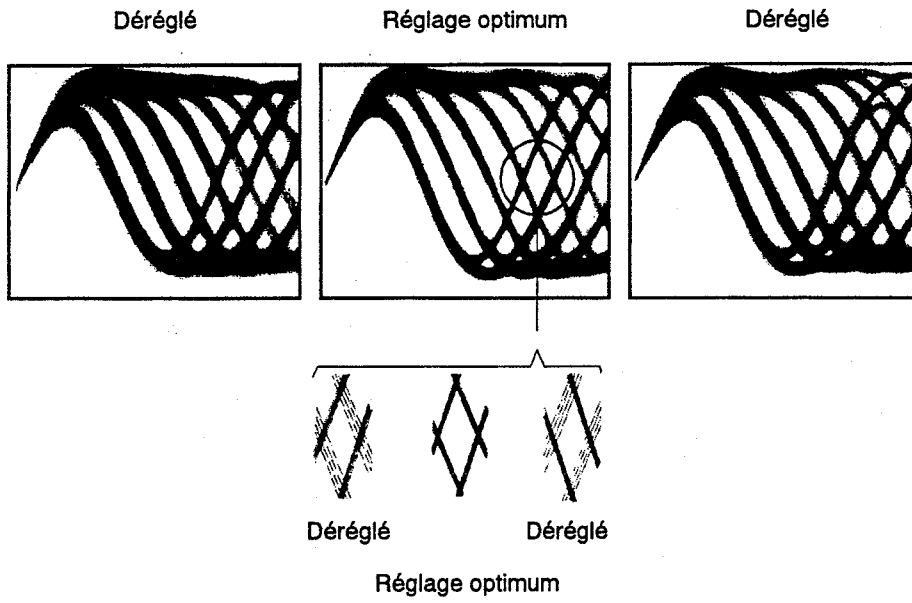

Figure 5 Motif en oeil
- Ensuite, ajuster la vis d'inclinaison tangentielle à l'aide d'une clé hexagonale M de 3 mm, de façon que le motif en oeil (c'est-à-dire, le diamant au centre du signal RF) soit le plus clairement visible (Figure 5).